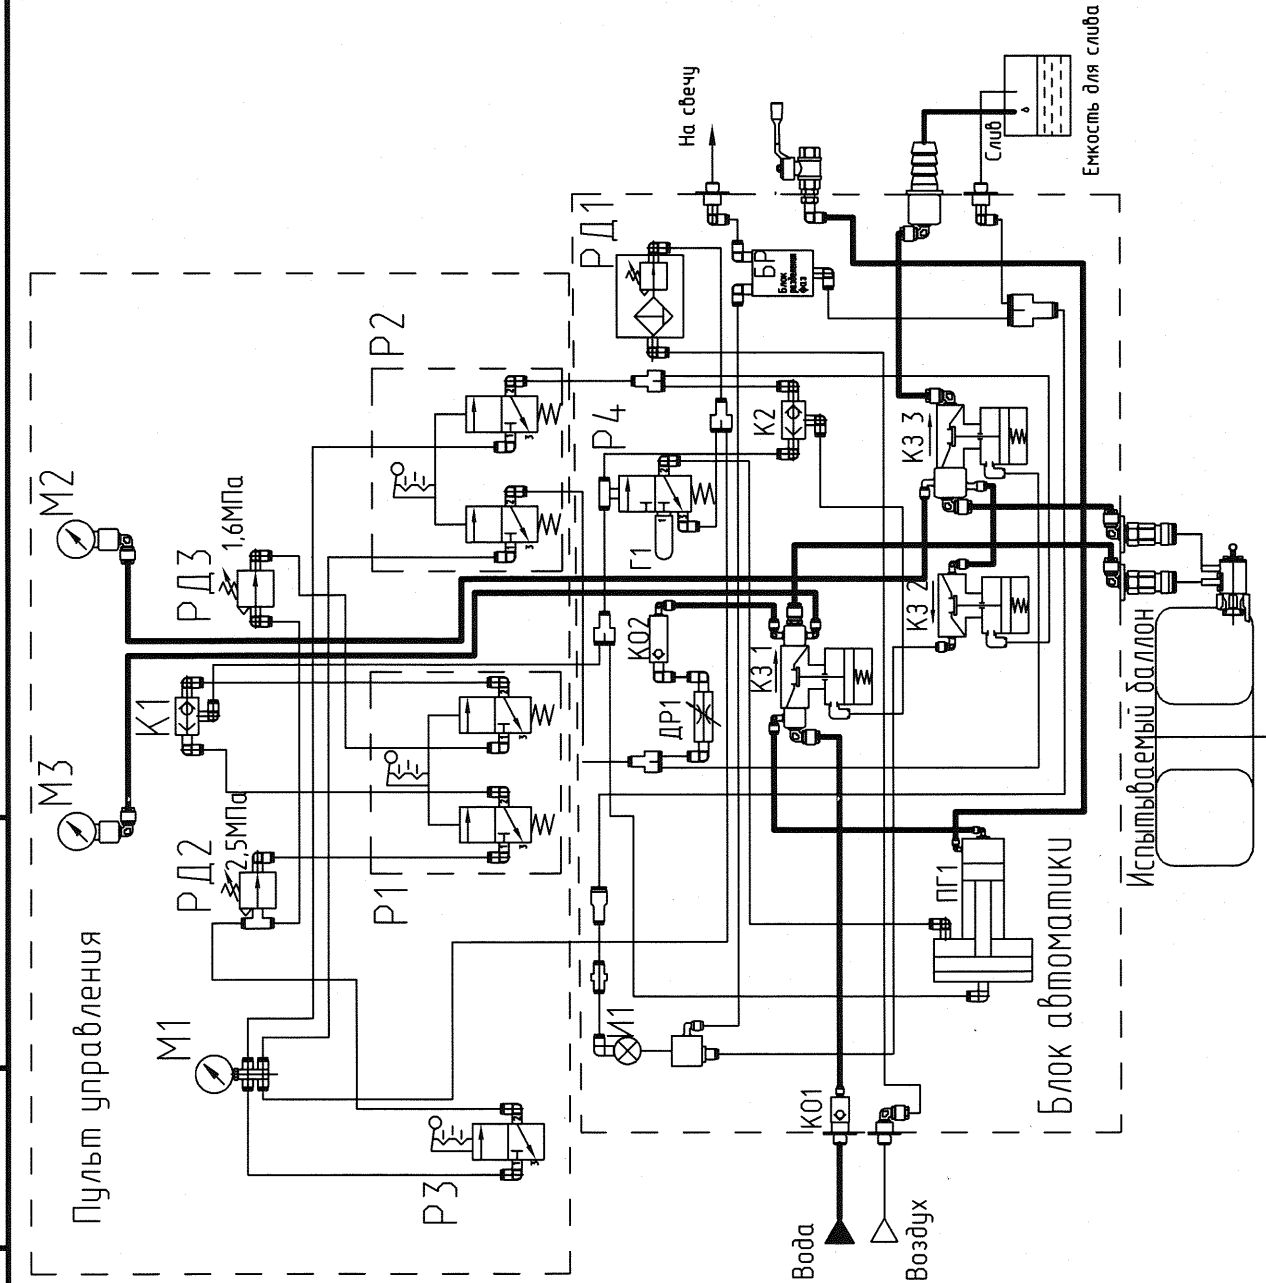

Рисунок 9 - Схема пневмогидравлическая принципиальная
2.3.1 Проверить правильность подсоединения всех коммуникаций установки согласно схемы (рисунок 9) и надписями на корпусе установки («выход на свечу», «слив», «вода», «воздух»).